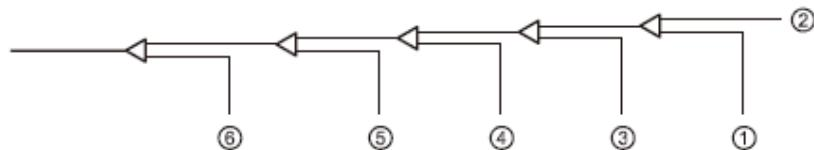

Figura 5.16
8. Spalati celelalte deschizaturi in acelasi mod, lucrand in ordine de la unitatea interna A spre unitatile externe. Consultati Figura 5.16.